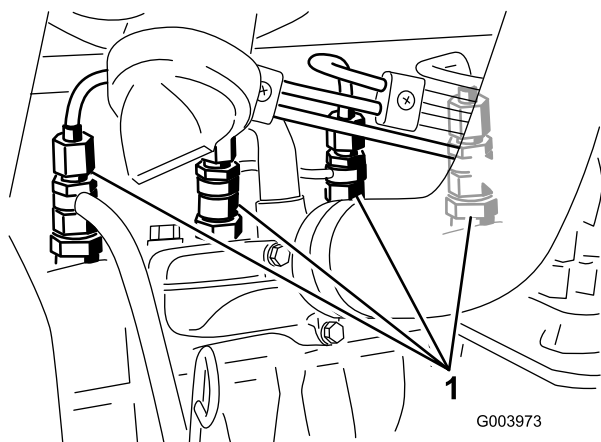

Figure 40
1. Desserrez le raccord entre l'injecteur n° 1 et le porte-injecteurs (Figure 40).